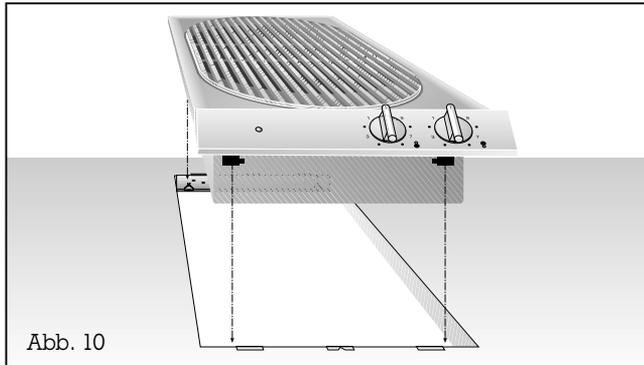

Abb. 10
- **Lassen Sie das Gerät in die Arbeitsplatte ein.** Achten Sie darauf, dass die Rastnasen am Gerät exakt auf den Klemmfedern aufliegen. Drücken Sie das Gerät fest in die Arbeitsplatte. Die Rastnasen am Gerät „schnappen“ in den Klemmfedern ein (Abb. 10).